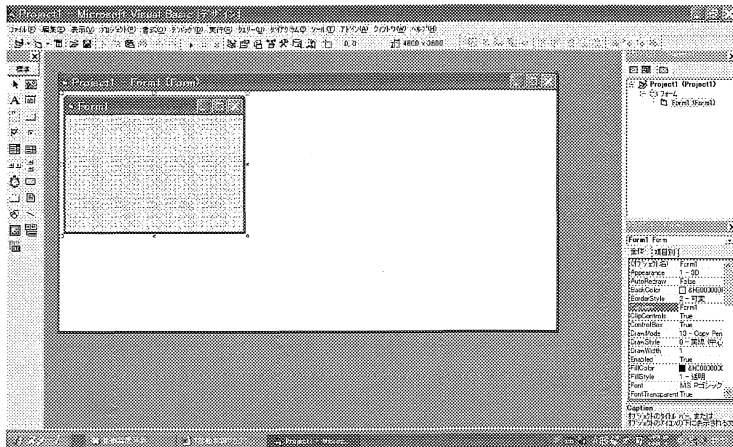

図 3.3 VisaulBasic の操作画面
- c. すると，図 3.3 に示すように，プロジェクトが作成できる。